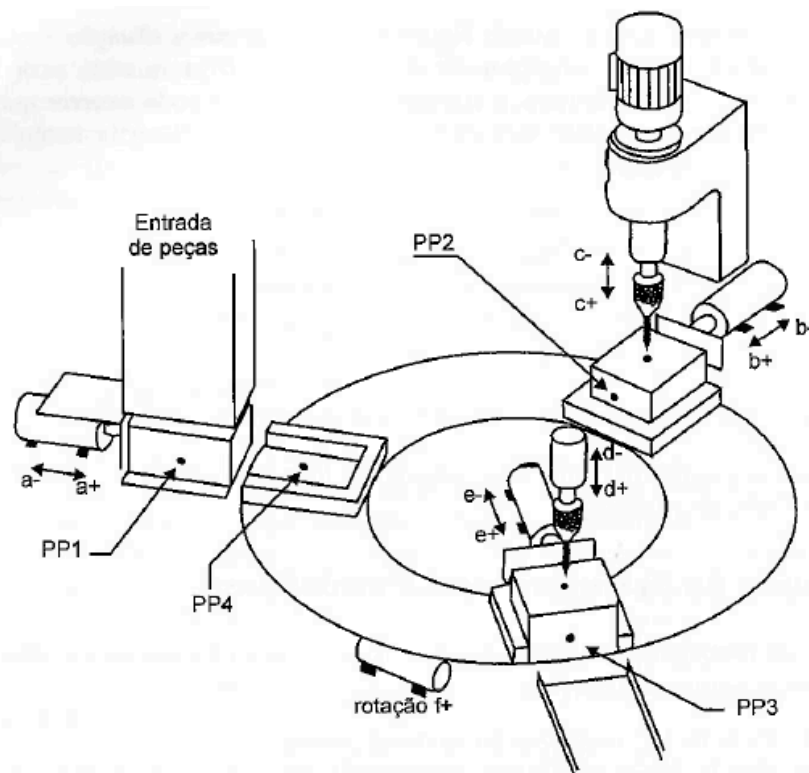

**Figura 4.26 - Máquina dispensadora de bebidas quentes.**
- 4.8) Reelaborar o Grafcet apresentado na Figura 4.27, de forma a tornar o exemplo da máquina dispensadora de bebidas quentes, Figura 4.26, um processo concorrente (ou seja, com paralelismo), a fim de reduzir o tempo de espera do usuário.